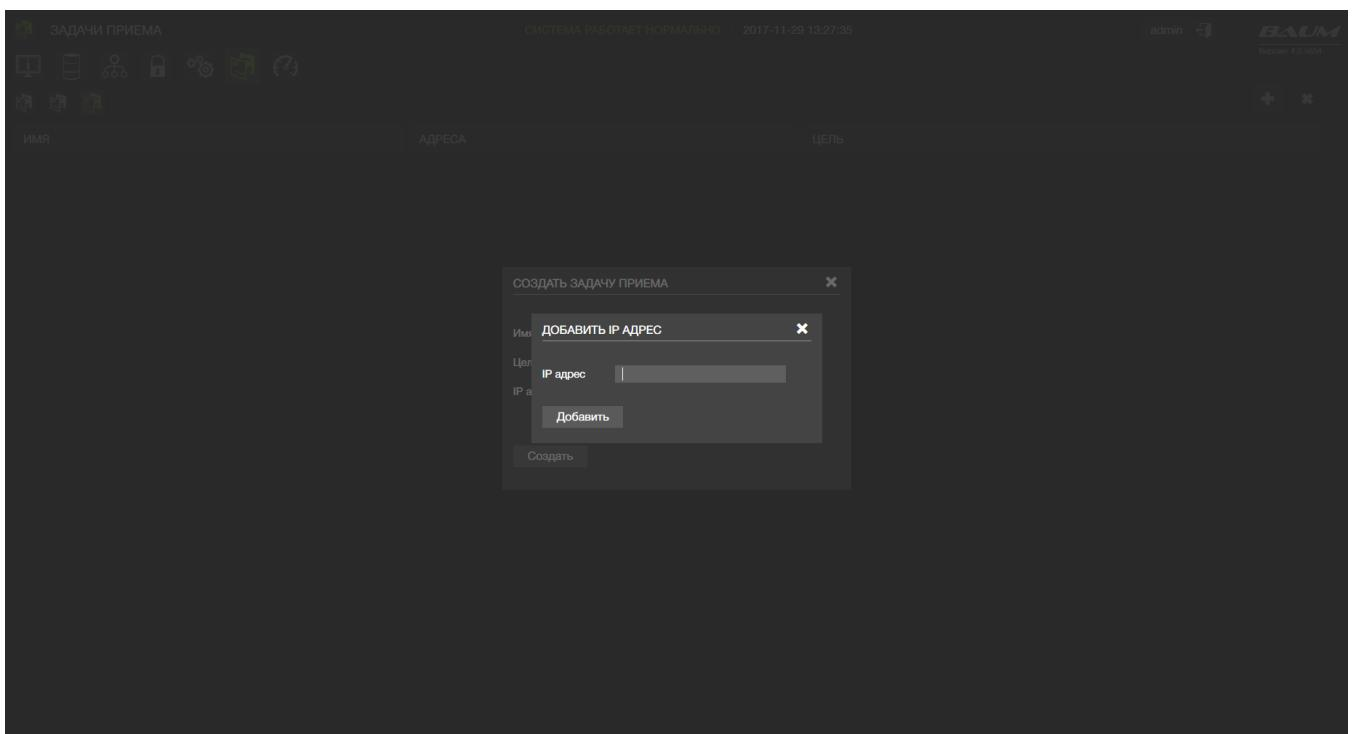

Рисунок 89 – Добавление адреса
- 6) Вписать IP адрес в поле «IP адрес» и нажать на кнопку «Добавить» (см. Рисунок 89)